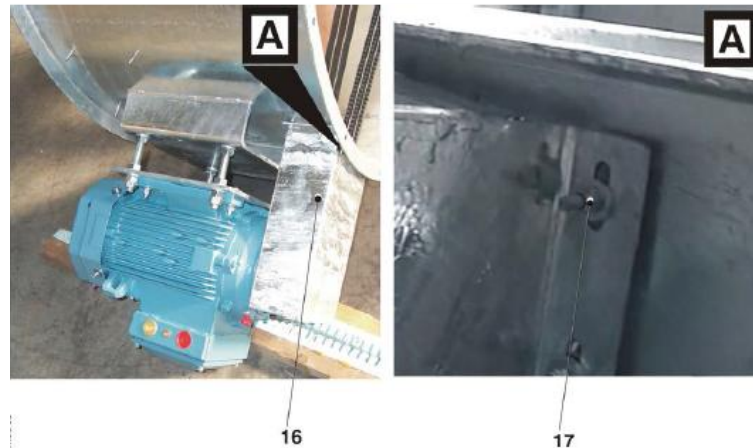

Figura 2-4: Instalación de la protección de polea de accionamiento de ventiladores series GFF-01 / GFF-04 / TFF-09 / TFF-12.
17. Instale la protección de polea de accionador (16, Figura 2-4) en la base de tornillo, usando los tornillos predispuestos en la estructura, la tuerca y la arandela (17).